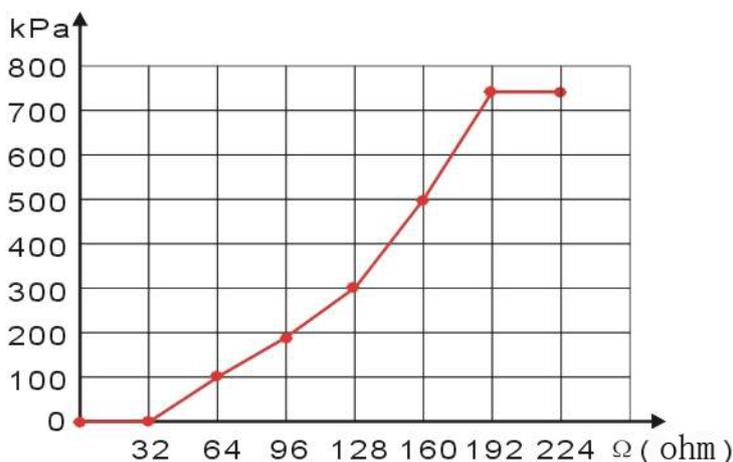

图6 曲线设置
- 可以将最前面的几个点或最后面的几个点纵坐标设成一样。如图 6 所示：